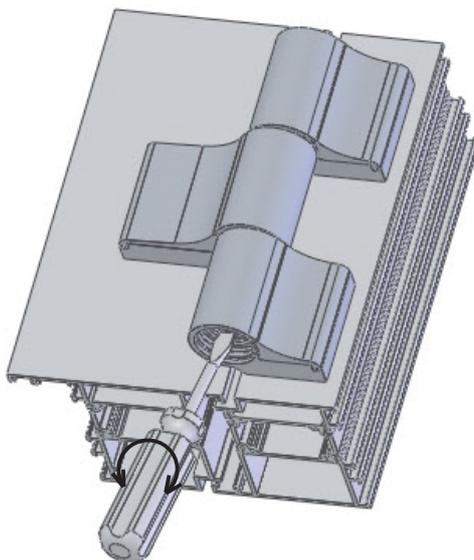

Рис. 26
17.3 Отрегулировать прижим с помощью поворота отвертки против либо по часовой стрелке, в диапазоне $\pm 0,6$ мм (Рис. 26).